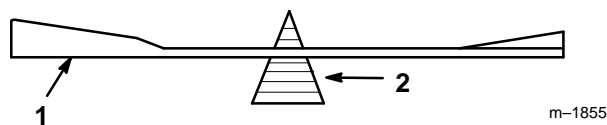

Figure 17
2. Vérifier l'équilibre de la lame en la plaçant sur un équilibreur (Fig. 17). Si la lame reste horizontale, elle est équilibrée et peut être utilisée. Si la lame est déséquilibrée, limer un peu l'extrémité de la partie incurvée (Fig. 15). Vérifier de nouveau et répéter la procédure jusqu'à ce que la lame soit équilibrée.